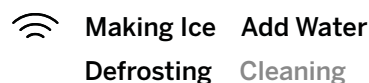

Figura 4
7. El agua comenzará a circular y el indicador de 'Limpieza' se encenderá en el lado izquierdo de la unidad para confirmar que la unidad está ahora en proceso de limpieza. Vea la figura 4. Después de tres minutos, el agua se detendrá y la luz indicadora de 'Limpieza' se apagará.